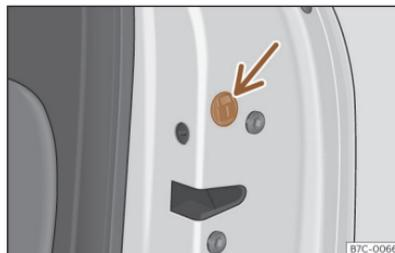

Fig. 87 Bloqueo de emergencia de la puerta.
- Dado el caso, retire la junta de goma  del frontal de la puerta >>> **fig. 87**.